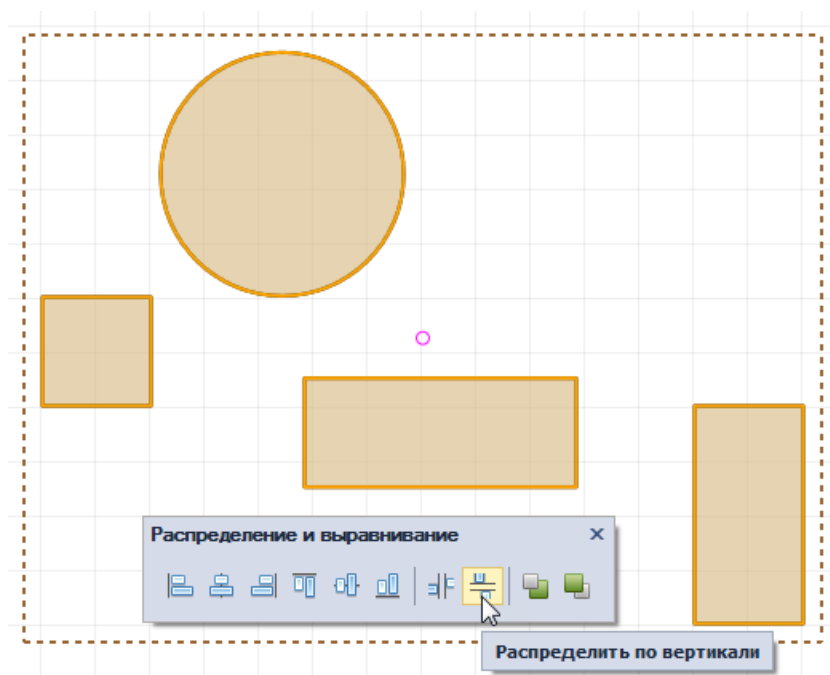

Рис. 459 Выбор инструмента
2. На панели «Распределение и выравнивание» выберите инструмент «Распределить по вертикали», который обозначен символом , см. Рис. 459.